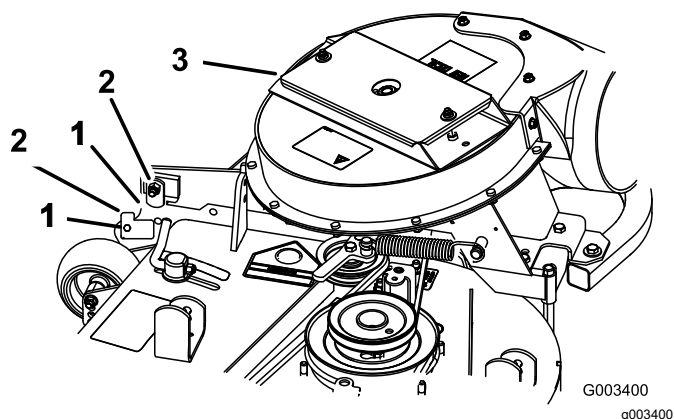

Figura 17
3. Fermez le ventilateur pour vérifier que les verrous sont correctement réglés (Figura 17).